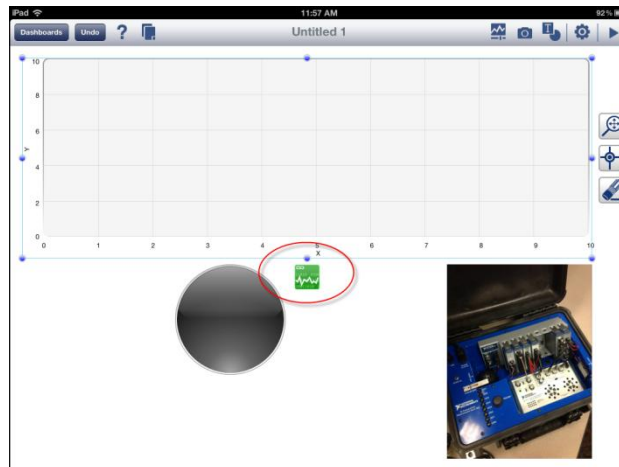

Figura 26. Quando um elemento da interface é conectado com sucesso a uma fonte de dados, o Data Link Adorner fica verde.
60. A caixa de diálogo Shared Variables irá fechar e o Data Link Adorner do indicador Graph ficará na cor verde indicando uma conexão bem sucedida com uma fonte de dados, conforme ilustrado na figura 26.